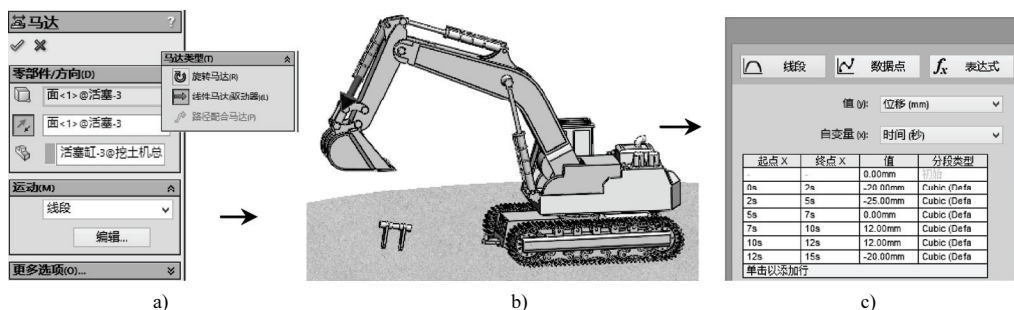

图 8-23 添加第三个直线马达并设置马达线段操作
STEP 5 同 **STEP 3** 的操作, 添加驱动“挖斗”的“活塞”的直线马达, “要相对移动的零部件”同样选择与其相连的“活塞缸”, 如图 8-23 所示, 并按照如图 8-23c 所示设置马达的线段参数。